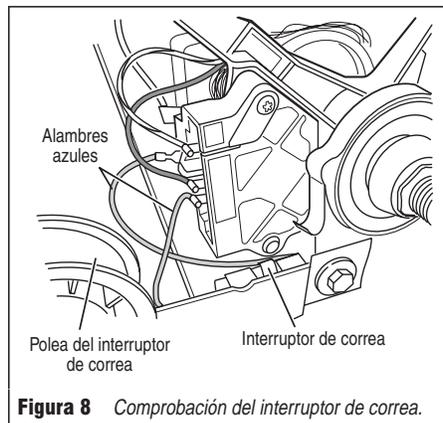

Figura 8 Comprobación del interruptor de correa.
7. Compruebe el interruptor de correa midiendo la resistencia entre los dos alambres azules como se muestra la figura 8, mientras empuja hacia arriba la polea del interruptor de correa.